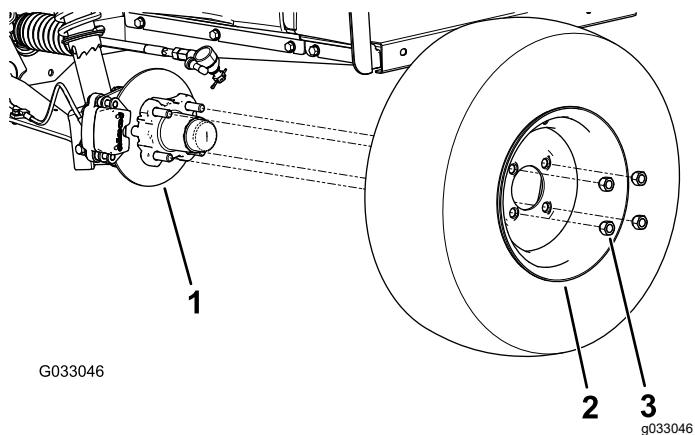

図 29
- ホイールをハブに固定しているラグナット4個を外す図29。
4. ホイールをハブに取りつける。空気バルブを外側に向けて取り付けること図 29。
5. ラグナットを使用して、ハブにホイールを取り付ける図 29。